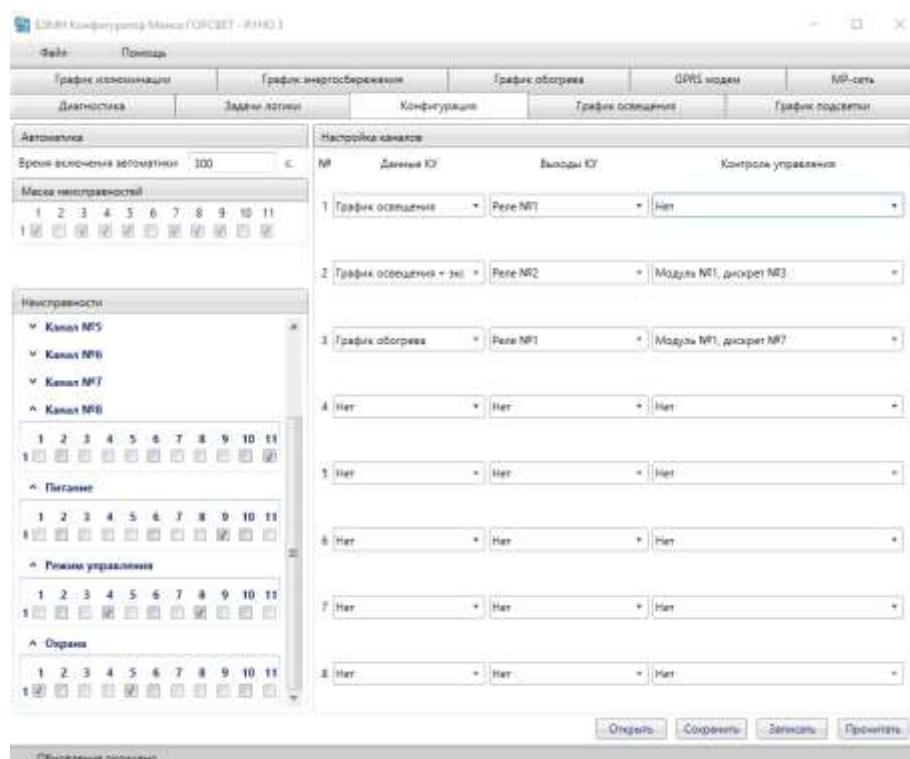

Рисунок 5.10 - Окно «Конфигурация» в БЭМН конфигураторе РУНО 3
Автоматический возврат из режима ручного управления в автоматическое управление происходит при потере связи РУНО 3 с ПК по USB интерфейсу (или по GSM каналу в САКУ СНО), по истечении времени, установленного в области «Автоматика» окна «Конфигурация» (см. п. 5.4, рисунок 5.10).
5.4 В окне вкладки «КОНФИГУРАЦИЯ» имеется возможность прочитать, сохранять и записать конфигурацию РУНО 3 (рисунок 5.10).